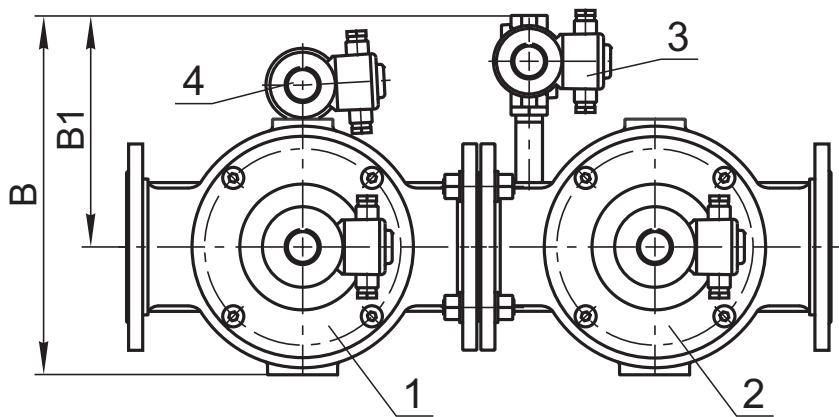

Рис. 22-36
Клапан свечи безопасности может располагаться справа по ходу газа (рис. 22-35) или слева (рис. 22-36).
* Габаритный размер «В» (ширина) приведен для правого исполнения блоков (рис. 22-35). Для левого исполнения блоков (рис. 22-36) данный размер необходимо уменьшить на 75 мм.